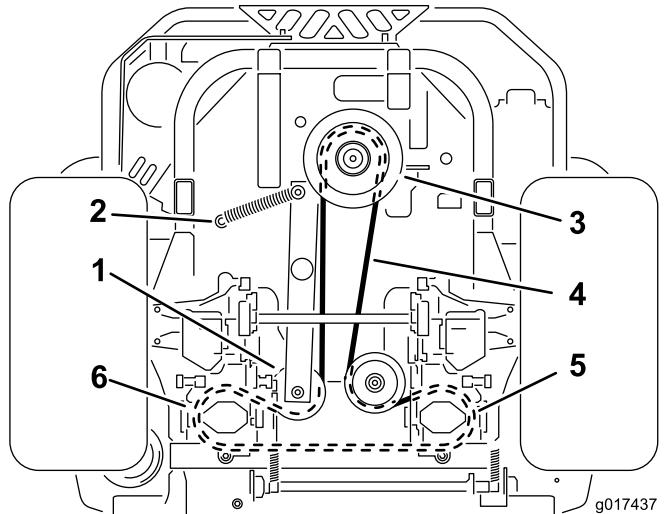

Bild 64
6. Entfernen Sie die Spannscheibenfeder von der Strebe (Bild 64).
4. Heben Sie die Maschine an und stützen Sie sie mit Achsständern ab (Bild 64).